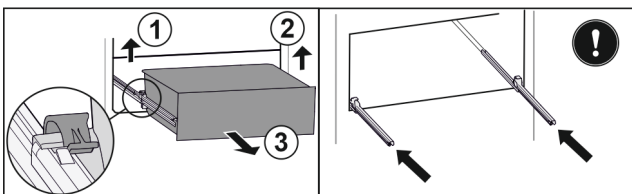

Fig. 26
- ▶ Повдигнете лявата скоба и едновременно с това изтеглете напред чекмеджето отляво Fig. 26 (1).
- ▶ Повдигнете дясната скоба и едновременно с това изтеглете напред чекмеджето отдясно Fig. 26 (2).
- ▶ Извадете чекмеджето напред Fig. 26 (3).